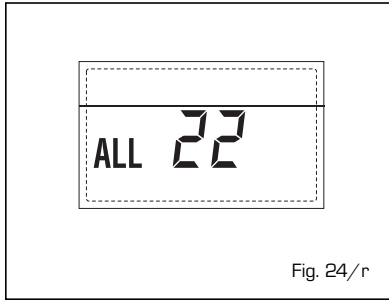

Fig. 24/r
- **DELIVERY PROBE BREAKDOWN ANOMALY SECOND MIXED ZONE "ALL 23" (fig. 24/s)**